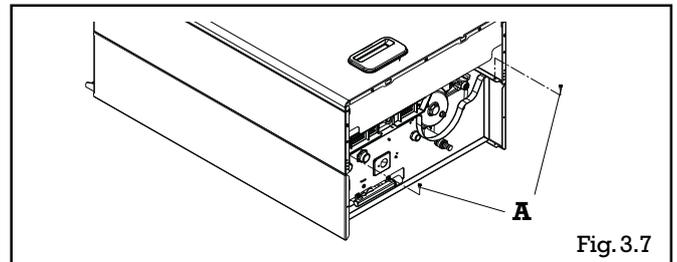

Fig. 3.7
- retirer l'habillage de la chaudière (2 vis **A** en partie basse de l'habillage) (fig. 3.7);